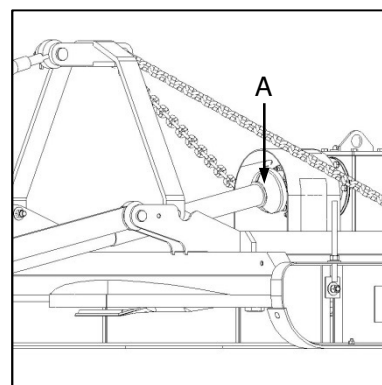

Fig. 3
- ✔ Ensure that universal joint operating angles are not exceeded and that over-compression or over-extension of the PTO driveshaft is avoided (Fig. 3-A).
- ✔ Verseker dat kruiskoppelingwerkshoeke nie oorskry word nie en dat daar geen oorcompressie of oorverlenging van die kragaftakkeras plaasvind nie (Fig. 3-A).